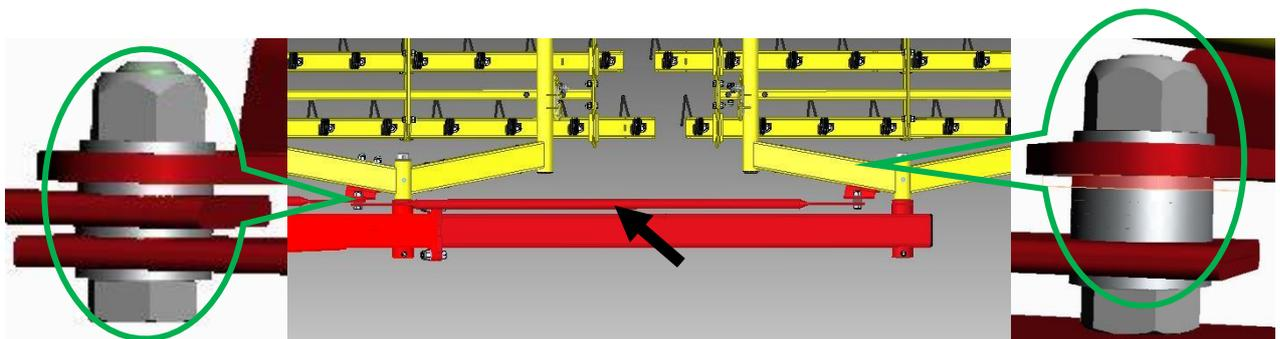

Figure 11
- Monter une autre tringlerie de repliage sur le compartiment de herse extérieur à l'aide des vis M14x45, des écrous M14 et de 4 rondelles M14 (Figure 11).
- Fixer la tringlerie de repliage sur le compartiment de herse extérieur à l'aide des vis M14x45, des écrous M14 et de 7 rondelles M14. Serrer les vis de manière à ce que la rampe reste mobile (Figure 11).